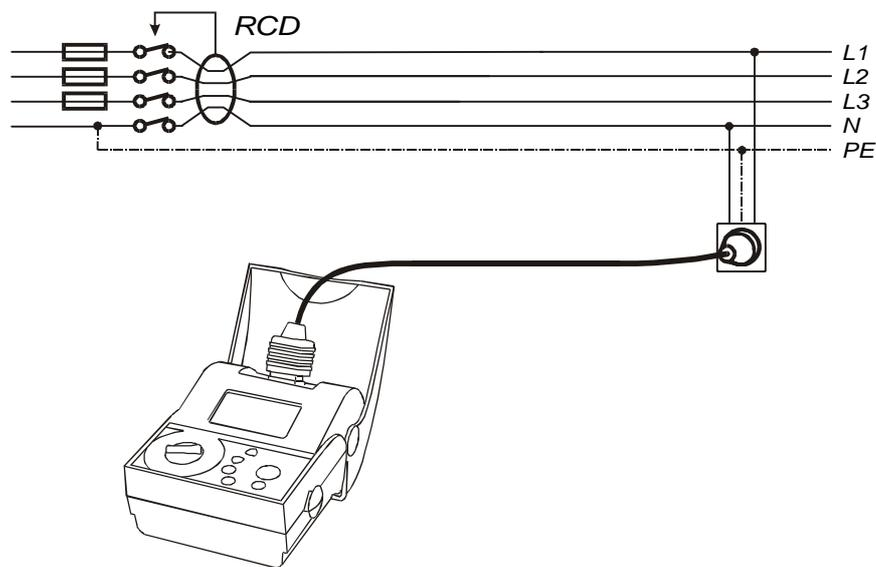
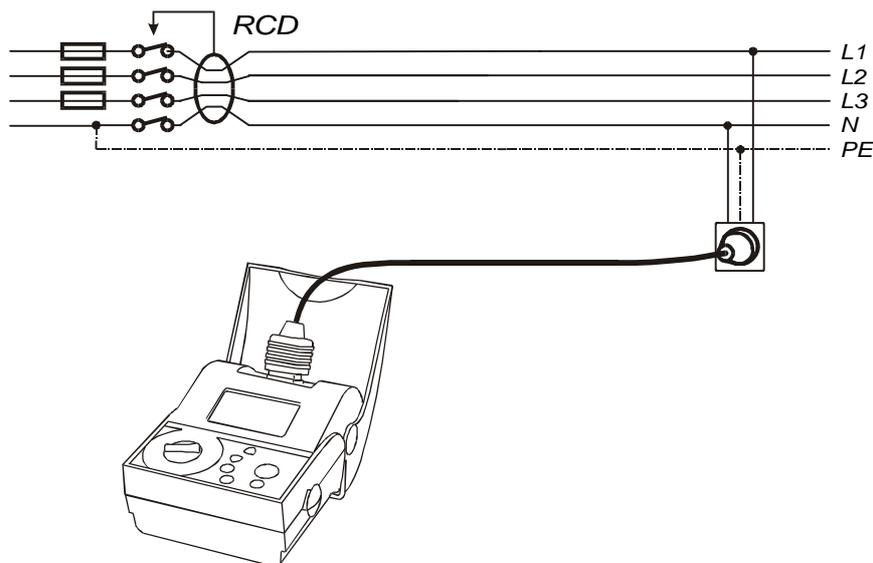

Bild 5. Anschluss über Prüfkabel mit Schuko-Stecker
Bild 6. Anschluss über universelles Prüfkabel, auch für 3-Phasen-Prüfungen
Die folgenden zwei Grafiken zeigen die Prüfanordnung für die Durchführung der RCD-Messungen wie Berührungsspannung, Auslösezeit und Auslösestrom, der Messung von Schleifenwiderstand (R_{L-PE}), Netzzinnenwiderstand (R_{L-N}), in Bild 5 mit Hilfe des "Prüfkabels mit Schuko-Stecker", in Bild 6 unter Verwendung des universellen Prüfkabels.
- Verbinden Sie das Instrument wie in Bild 5 oder 6 geschildert mit der elektrischen Installation.
- Verbinden Sie das Prüfgerät mit dem zu prüfenden Stromkreis entsprechend Bild 5 oder 6.